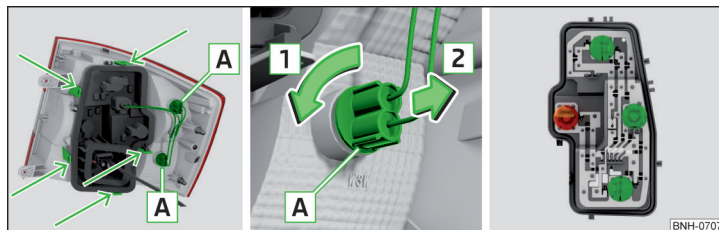

Fig. 283 Parte exterior de las luces/ extraer la bombilla/ soporte de luces
- Girar el portalámparas con la bombilla **A** en el sentido de la flecha **1** » fig. 283.
- Desbloquee el portalámparas en las áreas señaladas con las flechas » **fig. 283** y extraiga el portalámparas de la luz.